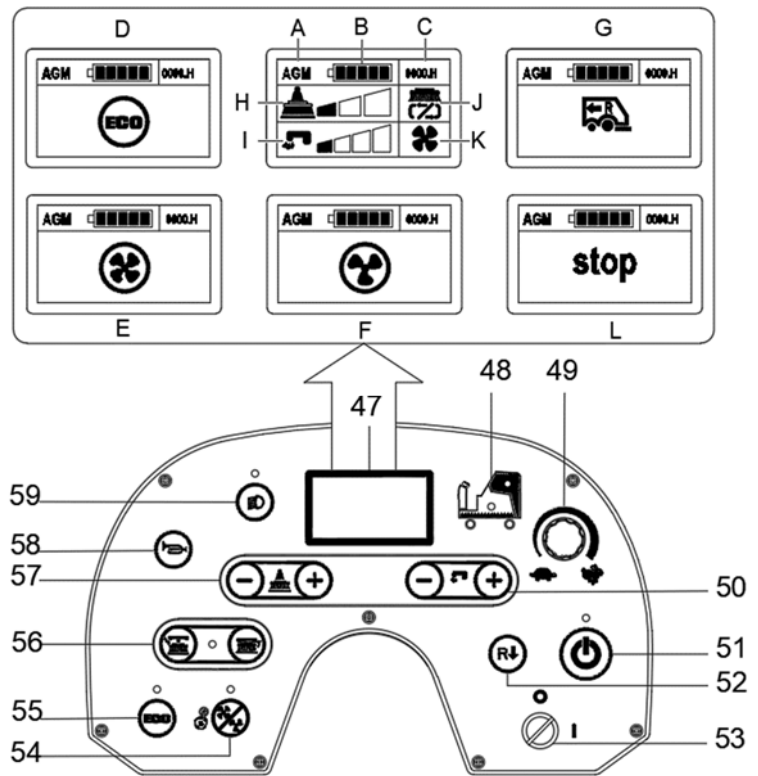

Figura 3
1. Inserire la chiave di accensione (53, Figura 3) e portarla su "I". Sollevare la testata.